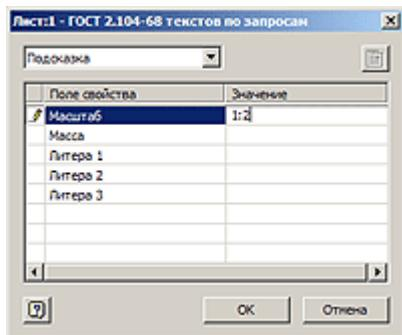

Рисунок 2
2. Открывается диалоговое окно с заполнением полей штампа чертежа в части масштаба, массы и поля «Литера». Указываем масштаб (например, 1:2) и нажимаем кнопку «OK» (см. Рисунок 2).